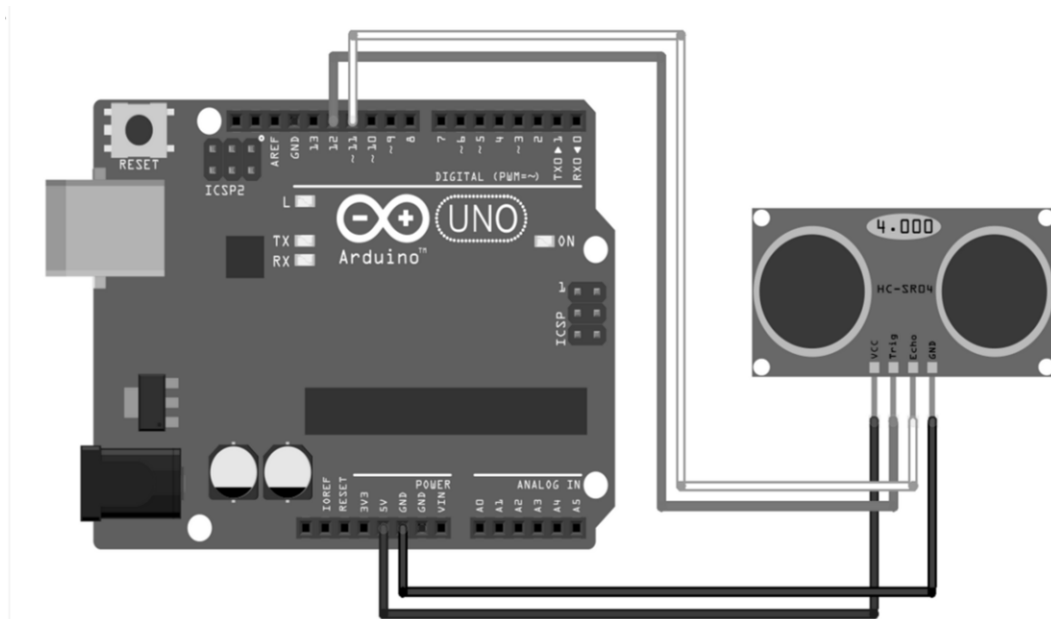

Рис. 4.28 – Схема підключення далекоміра до плати ARDUINO UNO
- 1) Зібрати макети відповідно схеми (по черзі перевіряються схеми згідно рис. 4.1, рис. 4.23, рис. 4.25 та рис. 4.28).